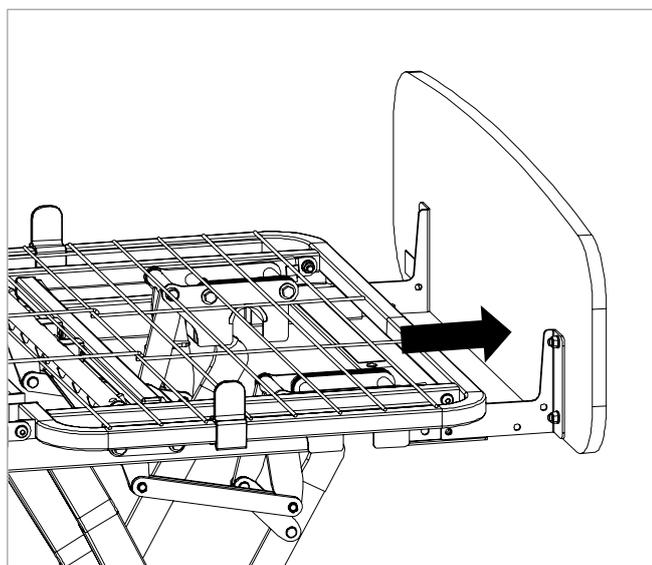
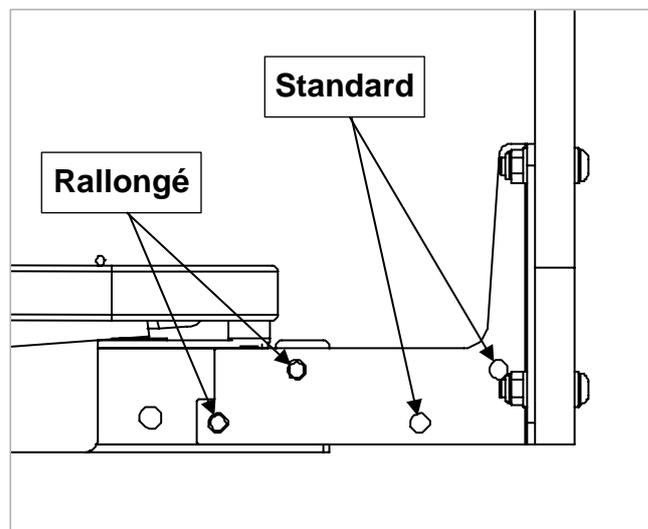

Figure 12.2
Figure 12.3
2. Faites glisser la tête/le pied de lit vers l'extérieur Figure 12.2 jusqu'à ce que les trous du support de tête de lit marqués « Extended » soient Figure 12.3 alignés avec les trous de montage sur le cadre du lit.